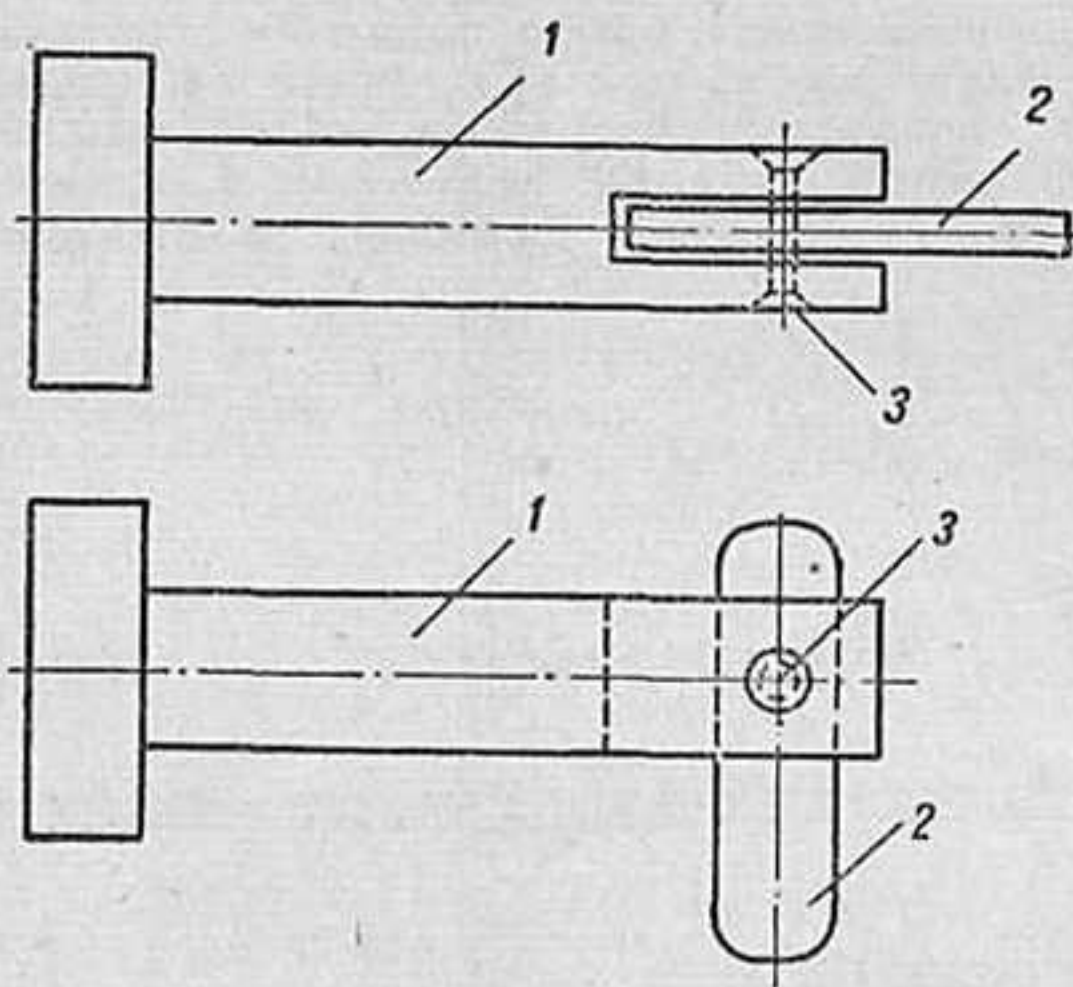

Рис. 5
4. При всех описанных выше вариантах устройства постели необходимо снимать спинки переднего сидения. При креплении их болтами, даже с барашковыми гайками, установка спинок в ином положении, особенно в темноте, часто затруднительна. Значительно облегчается эта операция, если сделать самозапирающиеся штыри (рис. 5). Изготовить их можно из длинных болтов и т. п. В теле 1 штыря пропиливается вдоль широкая щель. Затем изготавливается из кусочка полосовой мягкой стали защелка 2 с несимметричными концами. Отверстие в защелке сверлится таким, чтобы она совершенно свободно вращалась на оси. В теле штыря отверстия под ось раззенковываются и ось 3 расклепывают впотай. Если штырь вставить в отверстия ушков муфт сидения, то защелка тотчас опустится и штырь самопроизвольно выскочить не сможет. Для выемки штыря из отверстий необходимо рукой отвести защелку так, чтобы она установилась вдоль штыря. Работают такие запоры очень надежно. Их можно применить и во многих других разъемных соединениях.